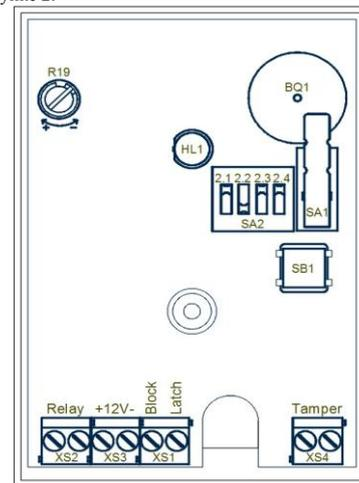

Рис. 2. Вид платы извещателя с установочными элементами
На плате обозначены (см. рисунок 2): XS1 (Block) – клемма включения функции блокировки срабатывания извещателя. На время подачи на клемму напряжения постоянного тока от 5 до 16 В срабатывания извещателя блокируются;
- подключить провода к клеммам в соответствии с их назначением (см. рисунок 2);
Настройка максимальной дальности обнаружения извещателя производится с помощью DIP-переключателя SA 2.3 (см. рисунок 2):
В извещателе реализована плавная настройка чувствительности к механическим воздействиям при помощи потенциометра R19 (см. рисунок 2).